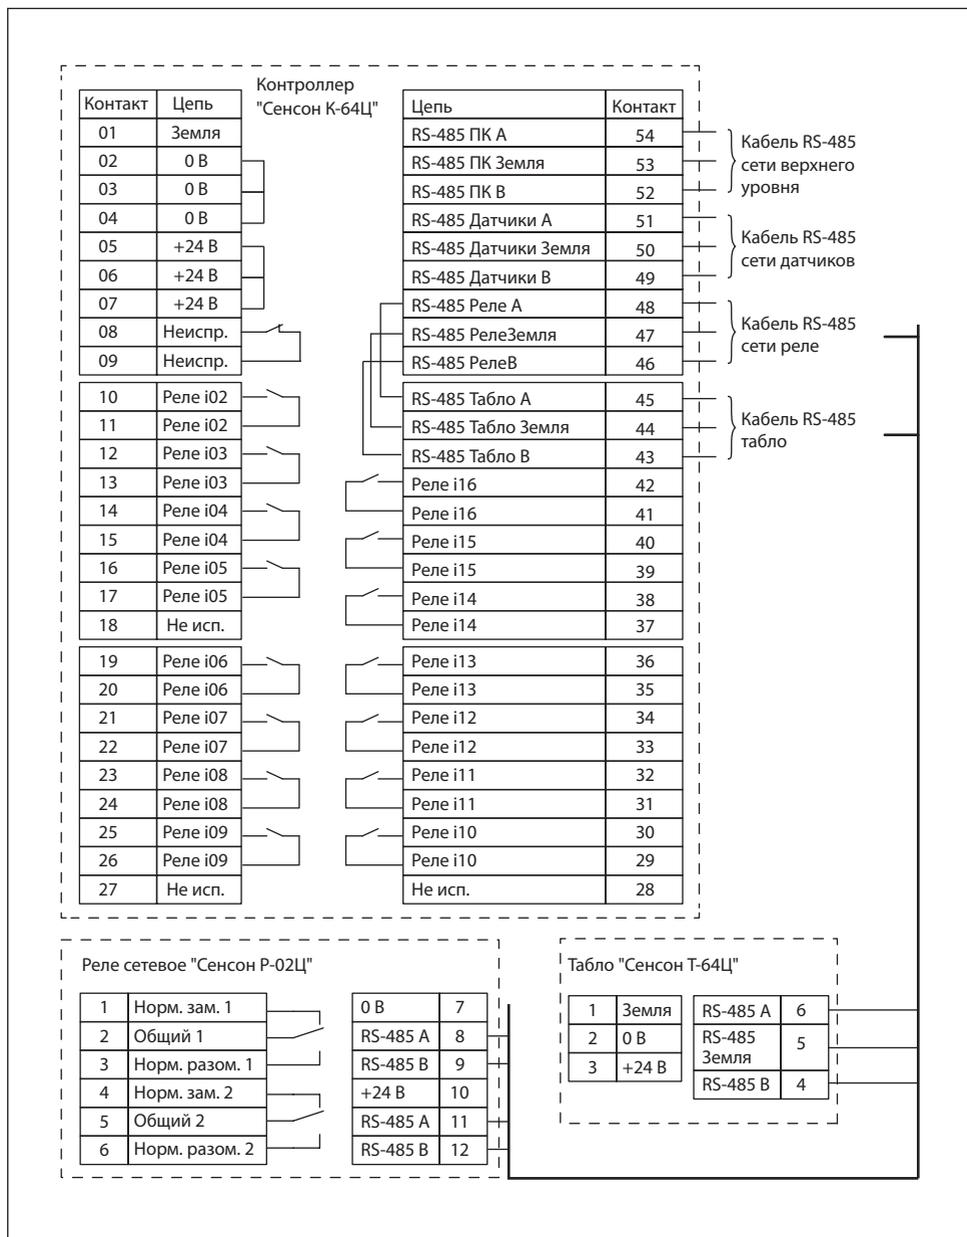
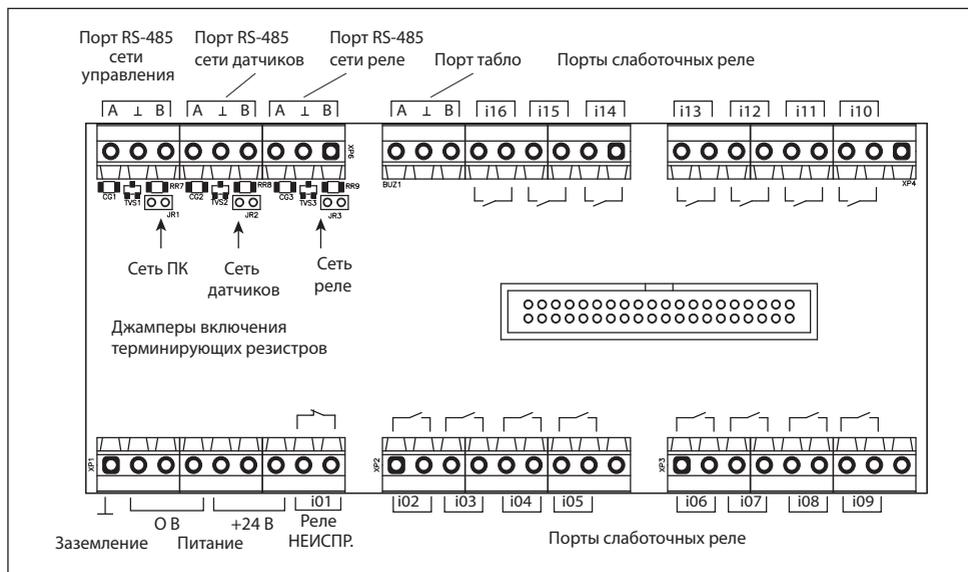
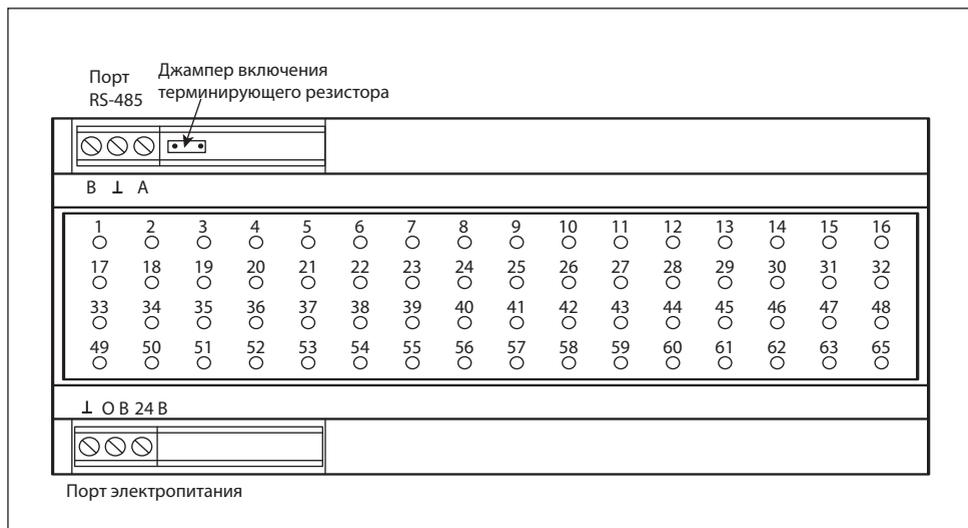

Рис.8. Схема подключения контроллера, сетевых реле и информационного табло
Рис.9. Расположение портов подключения и джамперов терминирующих резисторов контроллера
Рис.10. Расположение портов подключения и джамперов терминирующих резисторов сетей RS-485 информационного табло
3. Если сетевое оборудование уже установлено и конфигурировано (сетевые адреса присвоены), подключите согласно схеме электрических соединений (рис.8) сетевые кабели к соответствующим портам контроллера (рис.9) и табло (рис.10).
5. В случае, когда контроллер располагается на конце длинной линии связи, необходимо подключить встроенный терминирующий резистор (120 Ом). Для этого перед монтажом контроллера снимите нижнюю крышку, отсоедините нижнюю электронную плату (сжав пинцетом или плоскогубцами защелки стоек) и установите джамперы на коннекторы для соответствующего порта RS-485 (см. рис.9), после чего установить плату и нижнюю крышку корпуса. Необходимость включения терминирующего резистора полностью зависит от топологии используемой сети RS-485.
6. Если в состав системы входит информационное табло, на нем можно включить терминирующий резистор, не вскрывая корпус (рис.10).